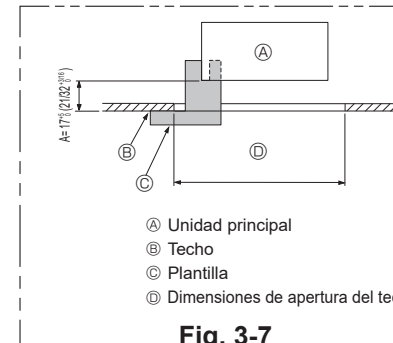

Fig. 3-7
- Asegúrese de que el paso A se realiza en 17-22 mm, 21/32 a 27/32 in.. Si no se respeta este margen, podrían producirse graves daños. (Fig. 3-7)